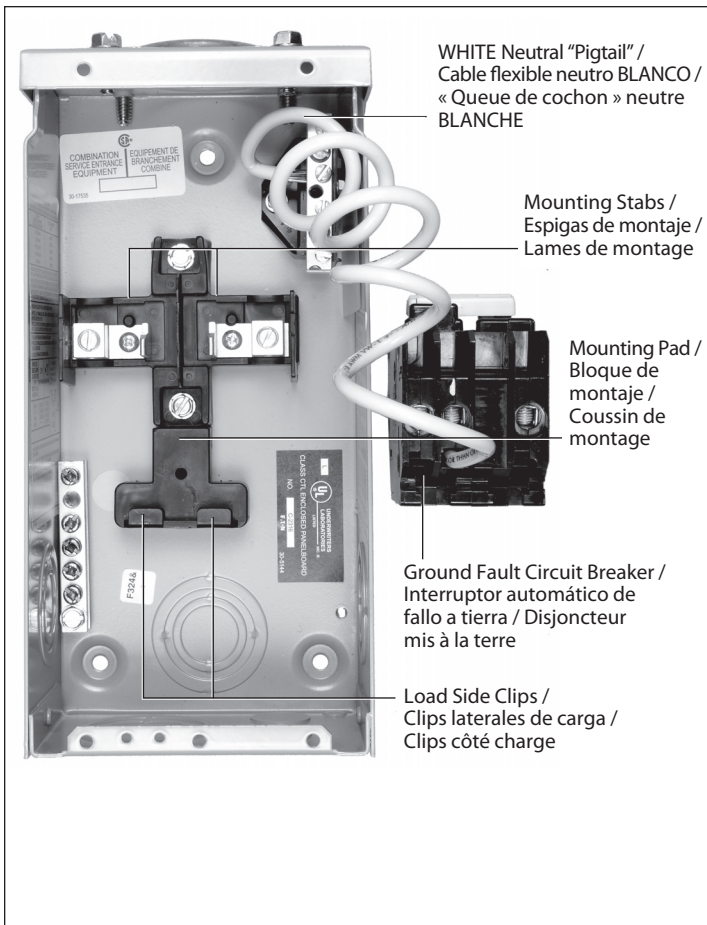
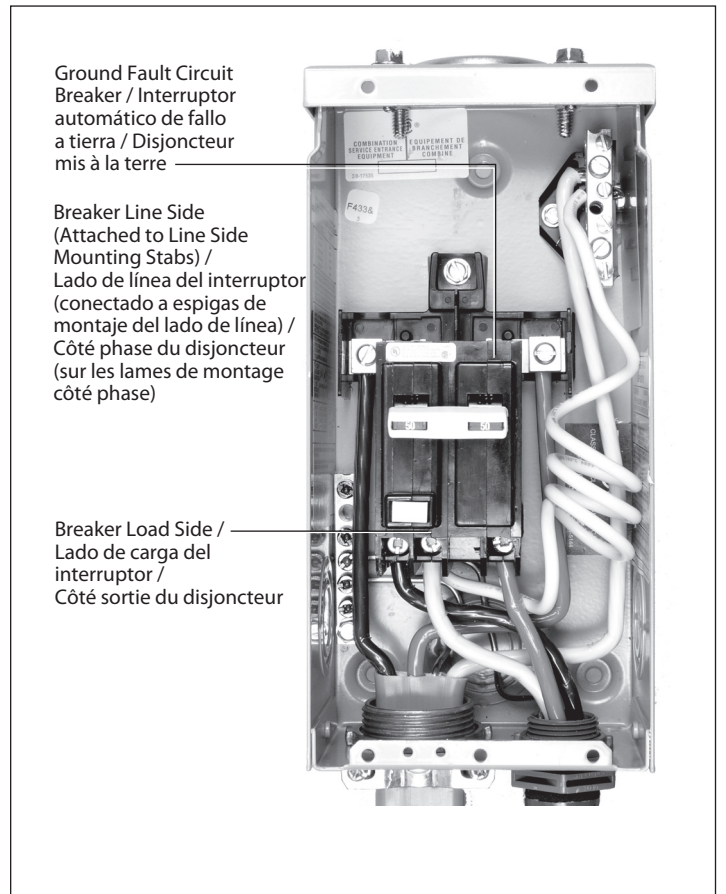

FIGURE 1 / FIGURA 1 / FIGURE 1
FIGURE 4 / FIGURA 4 / FIGURE 4
Remove ground fault circuit breaker (GFCI) from the mounting pad inside the spa panel. Pull the top of the GFCI (Line Side) down and out. The top of the breaker will detach from the mounting stabs and the bottom of the breaker will slide off of the lip that holds it in place. See Figure 1 .
4. Remount the GFCI into the spa panel by engaging the load side (bottom) clips (Figure 1) first and then push the top of the breaker up and inward to engage the line side mounting stabs. See Figure 4 .
Retirez le disjoncteur GFCI du coussin de montage à l'intérieur de l'armoire électrique. Abaissez le haut du GFCI (côté phase) et sortez-le. Le haut du disjoncteur se détache des lames de montage et le bas sort de son rail de positionnement. Voir la figure 1 .
4. Remontez le GFCI dans l'armoire électrique de la piscine en insérant d'abord les clips du côté sortie (en bas) (figure 1), puis en enfonçant le haut du disjoncteur vers le haut, afin d'engager les lames de montage côté phase. Voir la figure 4 .